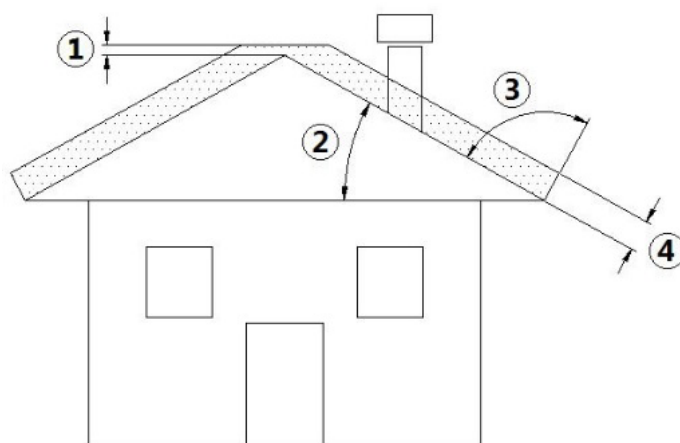

Fig. 3 - Geneigtes Dach
LEGENDE Fig. 3 a pag. 8
- Die Höhe des Auslasses in die Atmosphäre muss außerhalb des Rückflussbereichs liegen, der durch die Form des Daches oder durch Hindernisse hervorgerufen wird, die sich in unmittelbarer Nähe befinden (siehe **Fig. 3 a pag. 8**).